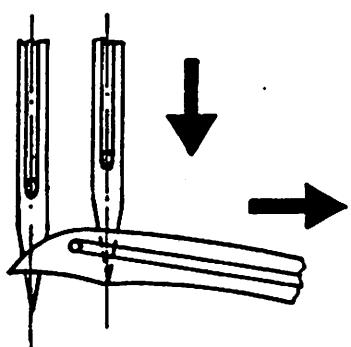
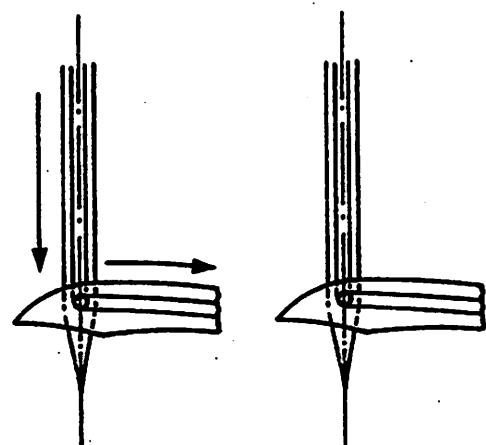

Fig. 16
Fig. 17
3. Sulle teste a punto ornamento tipo 171 e 173, la punta dell'ago interno, durante la sua discesa, deve coincidere con il punto di convergenza delle due linee che formano il profilo inferiore della lama del crochet (fig. 16).
Sulle teste 174 a 2 aghi, a punto catenella doppia, la cruna di ogni ago durante la discesa deve essere allineata con il foro del rispettivo crochet (fig. 17).
3. On 171 and 173 interlock stitch machines the point of the inside needle, during the downward movement of the needle, must coincide with the point of convergence of the kines forming the lower outline of the looper blade (fig. 16). On 174 2-needle double locked chainstitch machines the eye of each needle during the downward stroke must be in line with the hole of the relative looper (fig. 17).